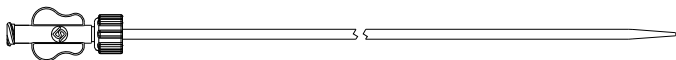
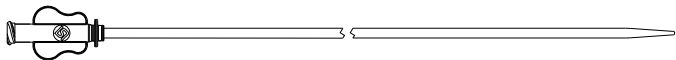

Abb.3 Dilatator (Serie 800)
Abb.4 Dilatator (Serie 550/700/900)
- 2) Dilator (Abb.3 und Abb.4)